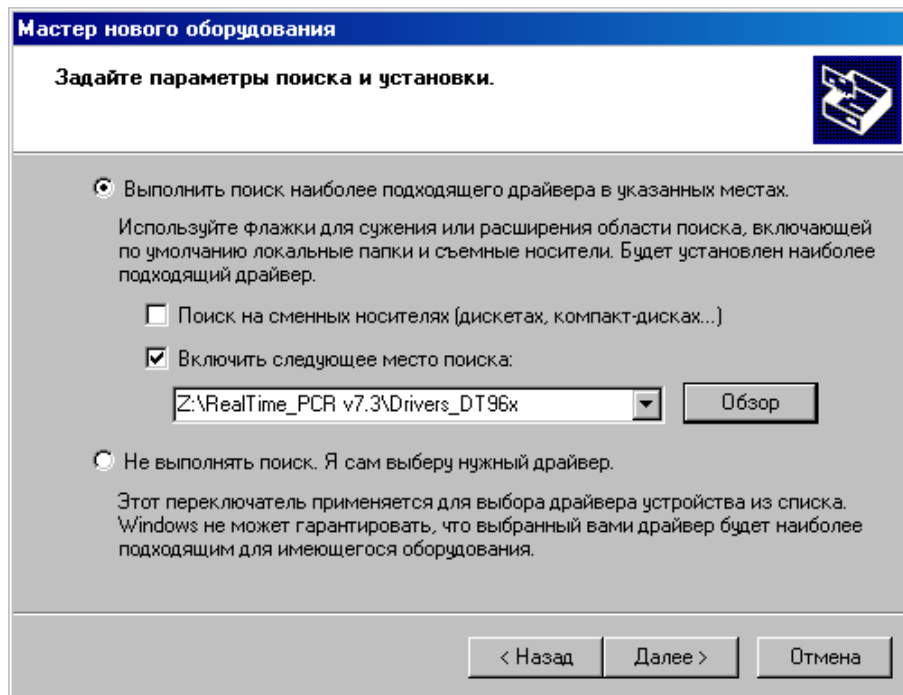

Рис.5 Поиск папки Drivers_DT96x на компакт-диске
- В окне задания параметров поиска и установки (Рис.5) укажите путь к папке с драйвером для чего поставьте галочку в окошке **Включить следующее место поиска** и нажмите кнопку **Обзор**.
- Убедившись, что путь к папке с драйвером в окне (Рис.5) указан правильно, нажмите кнопку .